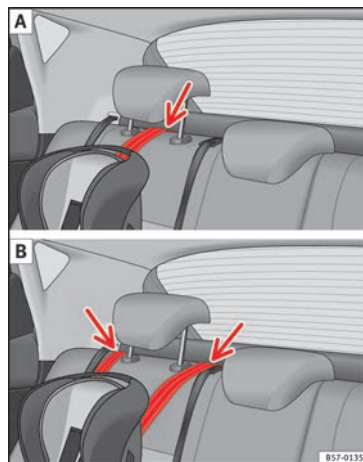

Fig. 33 Cinghia di fissaggio: regolazione e montaggio in base alla cintura Top Tether.
- Posizionare la cinghia sotto il poggiatesta del sedile posteriore » **fig. 33** (in base alle istruzioni dello seggiolino stesso, alzare o rimuovere il poggiatesta, se necessario).